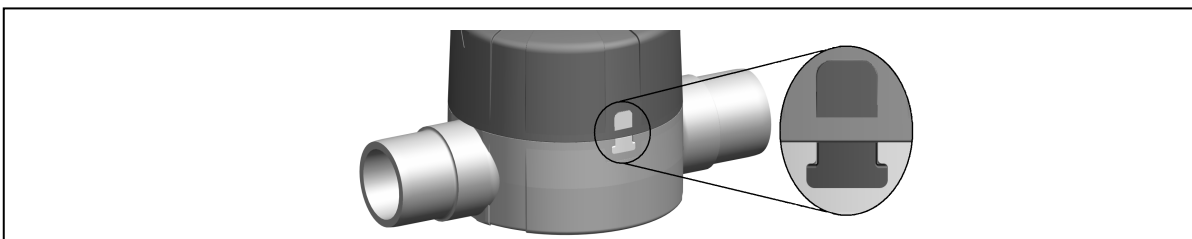

Рис. 26
- полукруглый индикатор положения, выровняйте к замку трения, видите рис. 26